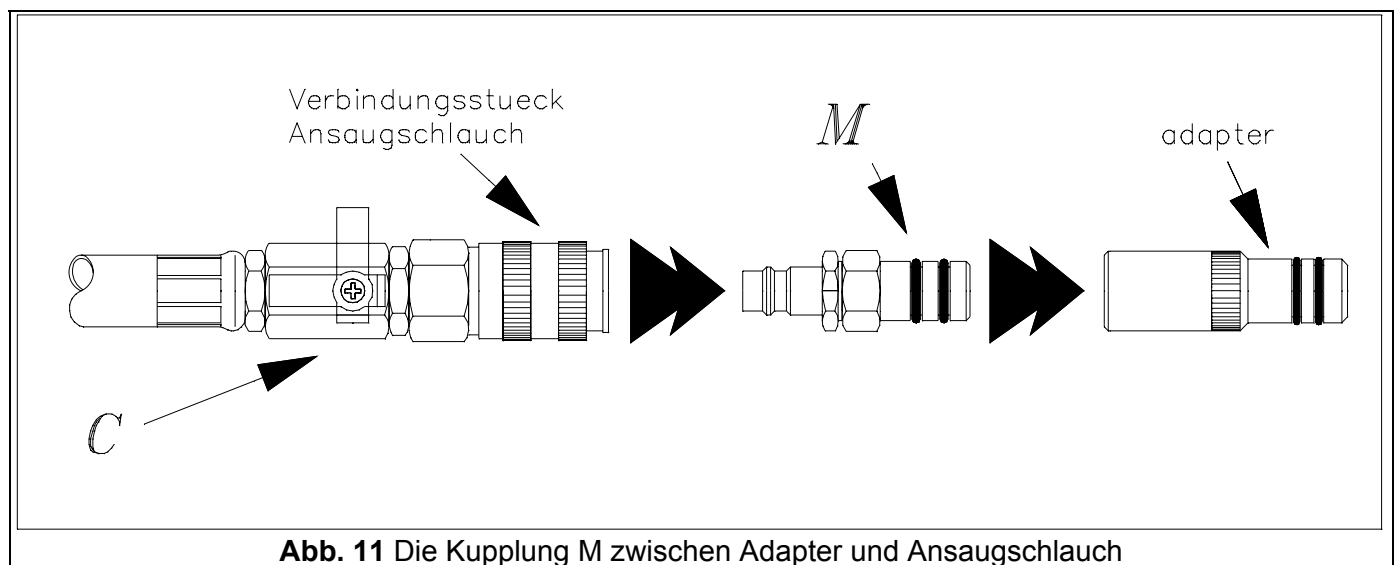

Abb. 11 Die Kupplung M zwischen Adapter und Ansaugschlauch
- Vor diesem Vorgang ist es erforderlich, zwischen dem Adapter und dem Verbindungsstück des Ansaugschlauches eine notwendige Kupplung "M" (s. ET - Zeichnung Pos. 56, 62, 63) einzufügen, welche mit dem Gerät mitgeliefert wird (siehe Abb. 11 und Generalschema Abb. 3 Seite 3).